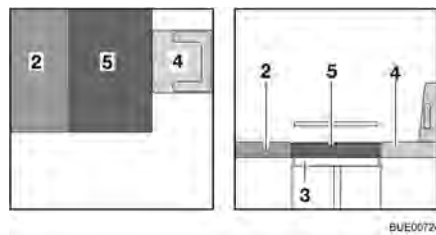

Fig. 107 Dopo la trasformazione
- Posizionare il cuscino aggiuntivo (Fig. 107,5) sul tavolo.
- Se necessario, spingere il sedile del conducente (Fig. 107,4) nuovamente all'indietro.